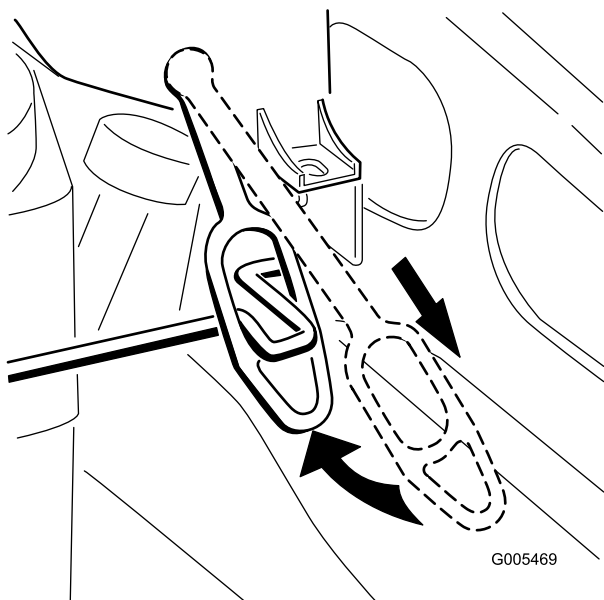

Figura 7
2. Abbassate le linguette di chiusura, sovrapponendole ai gomiti dell'asta del coperchio, rivolti in avanti (Figura 7), per fissare il coperchio in posizione.
1. Per togliere il coperchio del motore, abbassate e tirate in avanti le linguette di chiusura per rimuoverle dall'asta del coperchio (Figura 7). Sollevate il coperchio e toglietelo.
3. Abbassate le linguette di chiusura, sovrapponendole ai gomiti dell'asta del coperchio, rivolti in avanti (Figura 7), per fissare il coperchio in posizione.